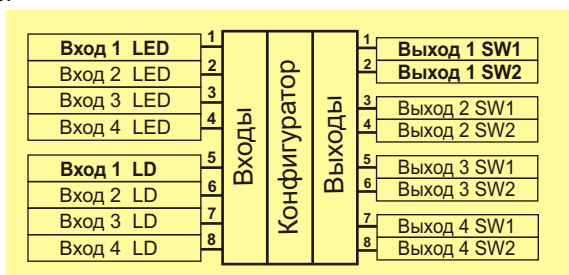
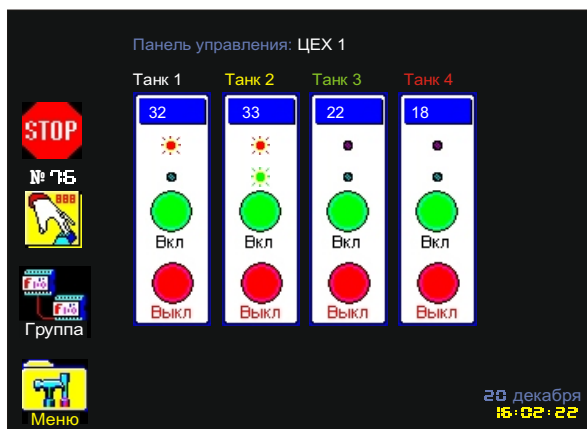

Рис. 99. Блок "Панель управления", тип "OFF_ON"
Рис. 100. Меню "Процесс" (Блок "Панель управления", тип "OFF_ON")
9.4.19 Блок **Панель управления**, в зависимости от типа, может быть 4-х элементным (4 типа) или одноэлементным (1 тип). Схематическое изображение архитектуры разных типов блока смотрите на Рис. 99, 101, 103, 105.
Тип **"OFF_ON"**, является 4-х элементным. Каждый из элементов состоит из 2-х входов и 2-х выходов. На Рис. 99 входы и выходы 1-го элемента выделены жирным шрифтом. Вход **LED** - индикатор (табло), к нему подключается выход из любой точки схемы, значение которого необходимо вывести на индикатор блока "Панель управления" в меню "Процесс" (Рис. 100). Выход **LD** - светодиод, к нему подключается выход, работу которого необходимо контролировать на панели блока "Панель управления, в виде включения/выключения светодиода (Рис. 100).
Выход **SW1** - кнопка **Вкл.**, выход **SW2** - кнопка **Выкл.**. Обе кнопки находятся на блоке "Панель управления" в меню "Процесс" (Рис. 100) и подключаются в необходимую точку схемы для осуществления функций ручного включения (пуска) и выключения (стопа).